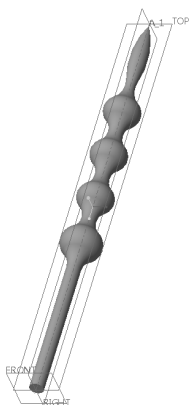

图 6-147 文件中存在的实体模型
1) 单击 （打开）按钮，弹出“文件打开”对话框。从随书光盘中的“CH6”文件夹中选择“bc_6_gjzw.prt”文件，单击“打开”按钮。该文件中存在的实体模型如图 6-147 所示。